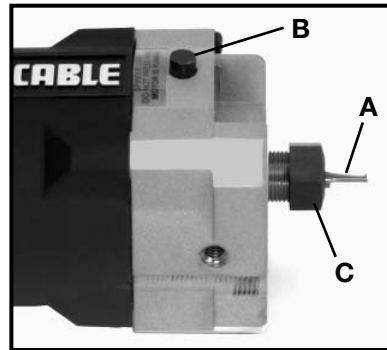

Fig. 14
1. Nettoyer la queue (A) du fer (Fig. 14) et l'insérer dans la douille jusqu'à ce qu'elle butte au fond du trou. Ensuite, ressortir le fer d'environ 1/8 po.
2. Appuyer sur le verrou (B) de la broche (Fig. 14) et faire tourner l'écrou de